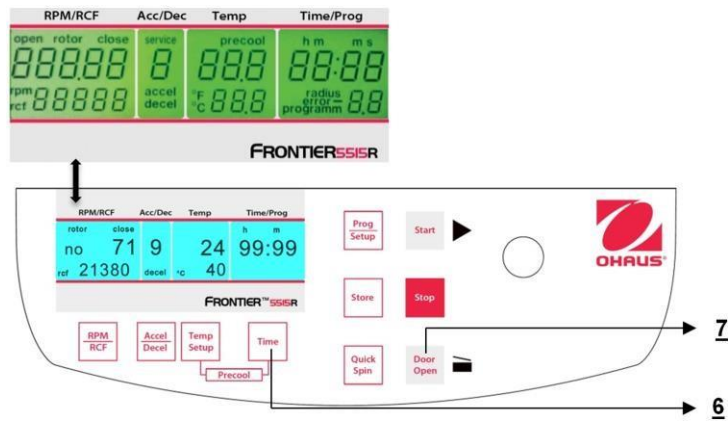

Figura 32
Cuando la centrífuga está apagada, presione al mismo tiempo los botones **"Time"** (6) y **"Door Open"** (7) y encienda el interruptor principal de la centrífuga. Ahora suelte ambos botones y como resultado se ejecuta una prueba de pantalla durante aproximadamente 5 segundos. Todos los indicadores aparecerán al mismo tiempo (vea la Figura 32).